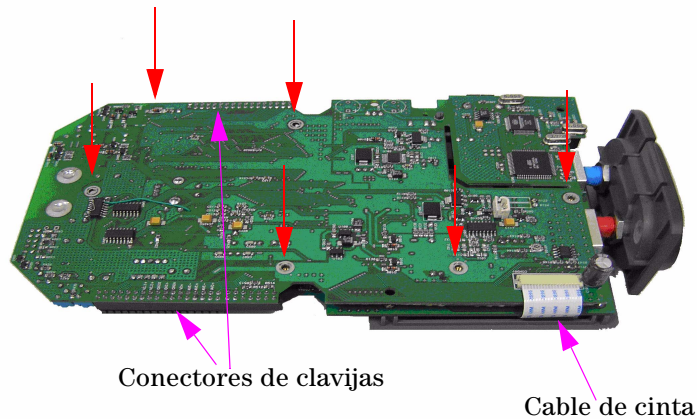

Figura 8-13 Extraiga los seis tornillos y el cable de cinta de la placa PCBA
- 2 En la Figura 8-10 se aprecia de frente la placa PCBA. Voltéela para que la pantalla LCD quede boca abajo y retire los tornillos señalados en la Figura 8-13.
- 4 Desconecte los conectores de clavijas de ambos costados de la placa PCBA señalados en la Figura 8-13.